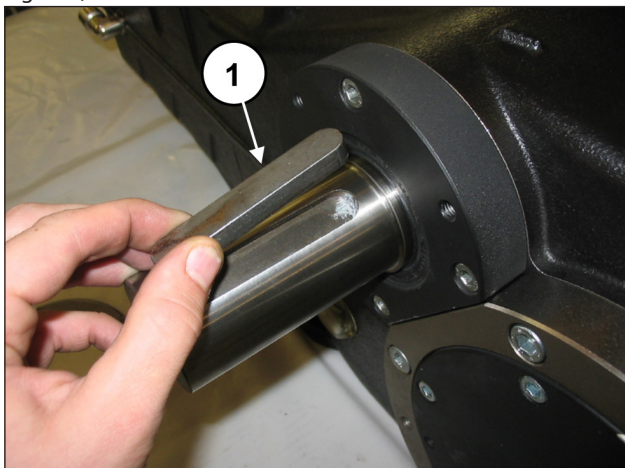

Fig. 102
Monter la languette sur l'arbre de prise de force (rep. ①, Fig. 102).